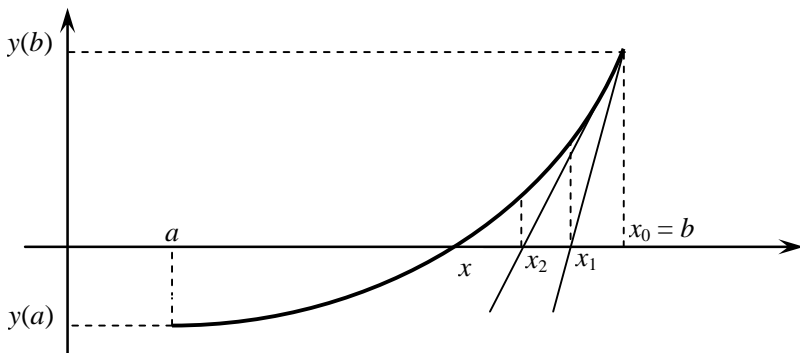

Рис. 8.5. Геометрическая интерпретация метода Ньютона
**Метод Ньютона (касательных)** основан на построении вблизи приближенного значения касательной к функции  $f(x)$  и нахождении точки пересечения полученной линии с осью абсцисс. Тангенс угла наклона касательной равен значению производной в точке касания  $\text{tg}(\alpha) = f'(x)$  (рис. 8.5). Координата точки пересечения вычисляется по итерационной формуле